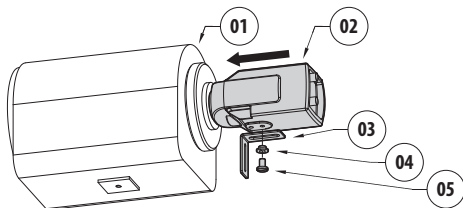

Рис. 8
Можно прикрепить прокладку Н-20 (02) к объективу. Подключите камеру и закрепите Г-образный кронштейн (Рис. 8, страница 15). Вставьте пластиковую прокладку (01) необходимой толщины и закрепите ее с помощью шайбы и винта (03).